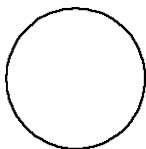

图 4-32 绘制圆
(1) 单击“默认”选项卡“绘图”面板中的“圆”按钮，以适当半径绘制两个圆，绘制结果如图 4-32 所示。